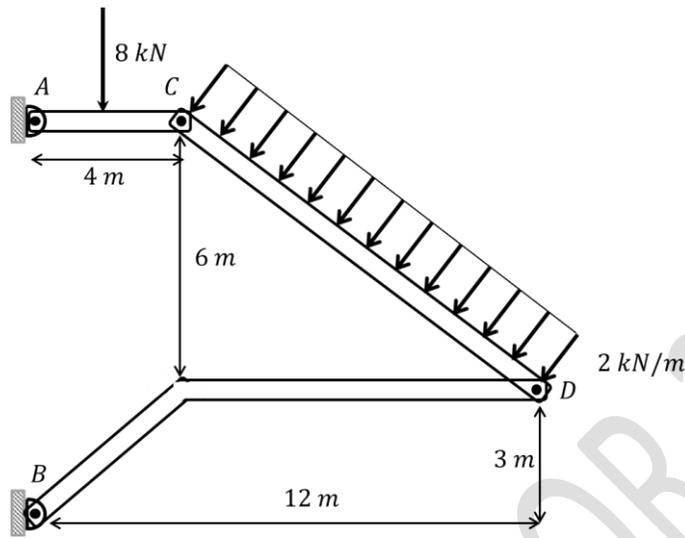

Fig. 9.6.
9.6.- Determinar el valor de las reacciones en el pasador A y el apoyo B del armazón mostrado en la Fig. 9.6 y luego determine las reacciones en D.